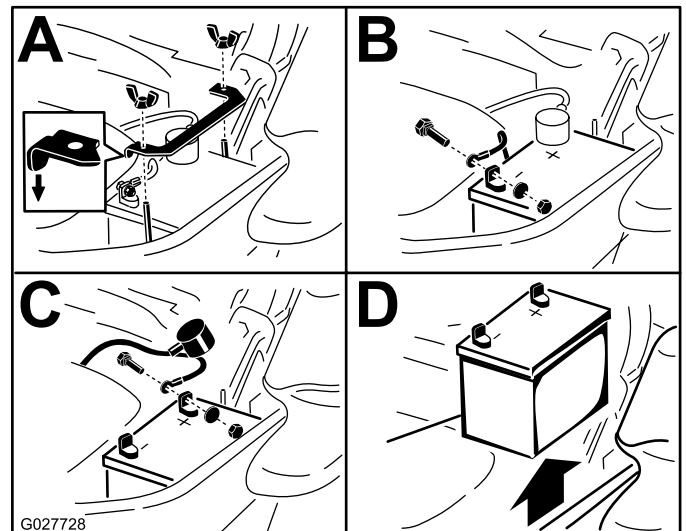

Bild 56
3. Klemmen Sie zunächst das Minuskabel (schwarz) vom Minuspol (-) (schwarz) der Batterie ab (Bild 56).
4. Schieben Sie die rote Polkappe vom Pluspol (rot) der Batterie ab, und klemmen Sie das Pluskabel (+) (rot) ab (Bild 56).
5. Nehmen Sie die Flügelmutter ab, mit denen die Batterieklemme befestigt ist (Bild 56).
6. Nehmen Sie die Klemme ab (Bild 56).
1. Legen Sie die Batterie in den Ständer, sodass die Klemmen auf der anderen Seite des Hydraulikbehälters sind (Bild 56).
4. Befestigen Sie die Kabel mit zwei Schrauben, zwei Scheiben und zwei Sicherungsmuttern (Bild 56).
6. Setzen Sie die Klemme auf und befestigen Sie sie mit der Flügelmutter (Bild 56).